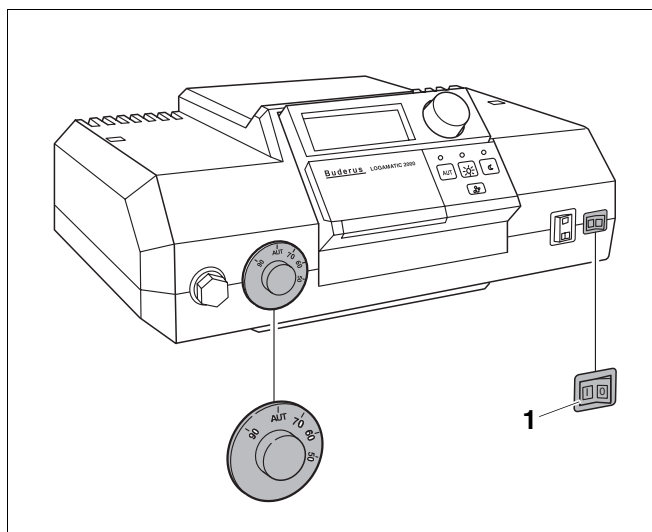
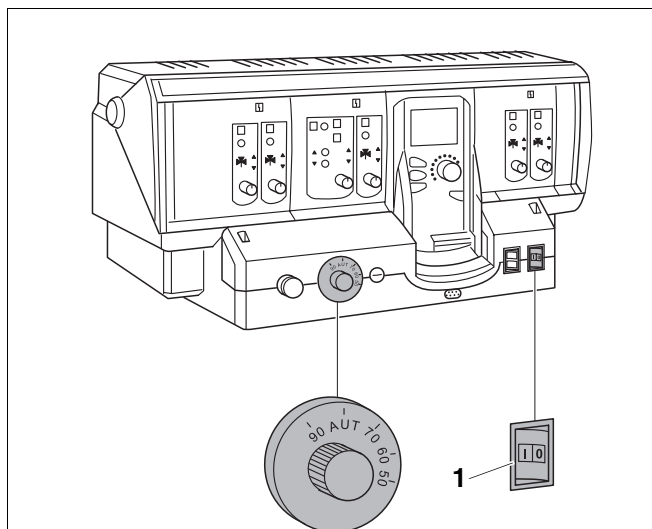

Abb. 37 Regelsystem Logamatic 2000
Abb. 38 Regelsystem Logamatic 4000
- Betriebsschalter (Abb. 37, **Pos. 1** bzw. Abb. 38, **Pos. 1**) in Stellung „0“ (AUS) stellen.